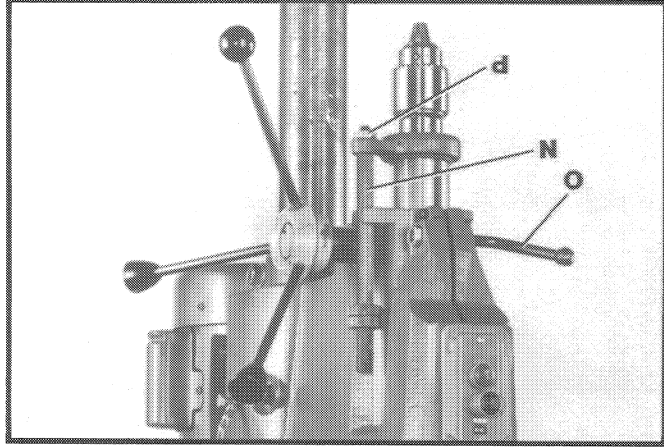

Fig. 9
PARA LAS TALADRADORAS DELTA Y MODELOS DE LA COMPETENCIA CON CARRERA DE ÁRBOL DE 4-5/16 PULG. A 6 PULG. Y EQUIPADAS CON LA VARA DE TOPE DE PROFUNDIDAD (N) FIG. 9. A LA DERECHA DEL BEBEDERO, COMO LO MUESTRA LA ILUSTRACION.
8. Baje el árbol aproximadamente 2 pulg. y enciérralo en su sitio apretando la palanca de mano de la abrazadera hueca (O) Fig. 9. Quite la tuerca (P) y la vara de tope de profundidad (N).